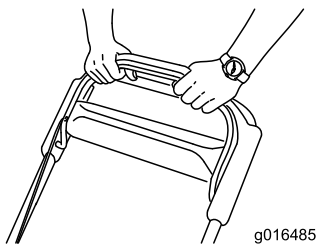

Figura 22
3. Tenete la barra di comando della lama contro la maniglia (Figura 22).